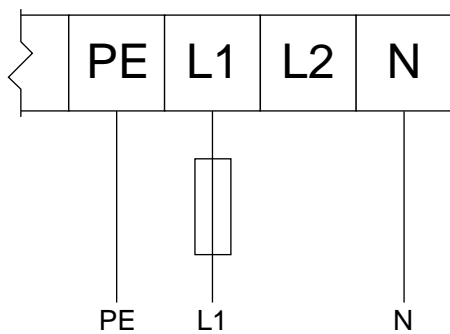

Figure 8 Вход: 120 В перем. тока, 1 фаза/выход: 240 В перем. тока, 3 фазы
6. Подсоедините провода питания к клеммам питания в электрораспределительной коробке ЧРП. См. таблицу 1 Основные силовые соединения в ЧРП, page 23 и рис. 8–12 (в зависимости от системы).